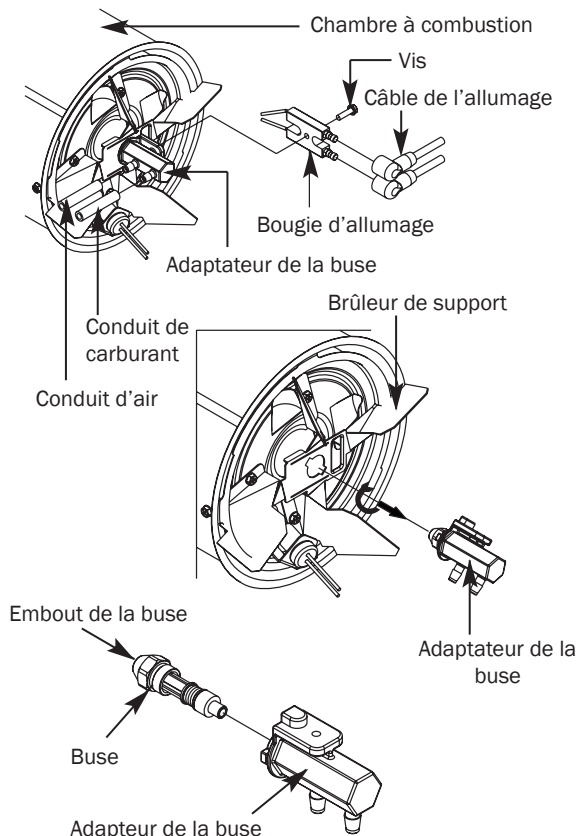

Figure 17 – Remplacement de la buse CP220AK
- Tournez l'adaptateur de buse de 1/8 de tour (45°) dans le sens contraire des aiguilles d'une montre et tirez-le vers le moteur pour le retirer (voir figure 17).